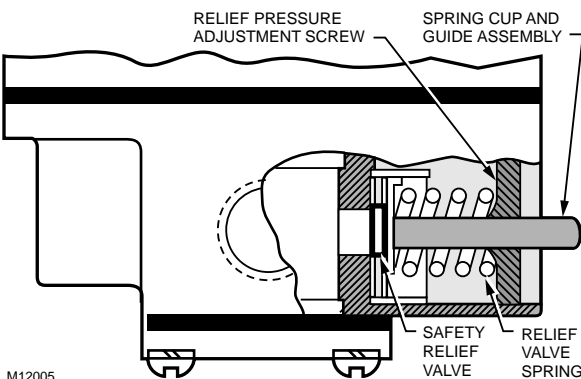

**Fig. 2. PP901A Schematic.**
#### PP901A (Fig. 2)
**PP901A & B (Fig. 2)**